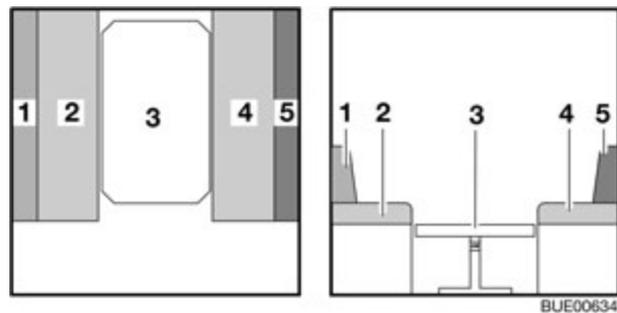

Fig. 102 Pendant la transformation
- Tirer les coussins d'assise (Fig. 102,2 et 4) vers le centre.
- Placer les coussins de dossier (Fig. 102,1 et 5) entre les coussins d'assise et la paroi extérieure.